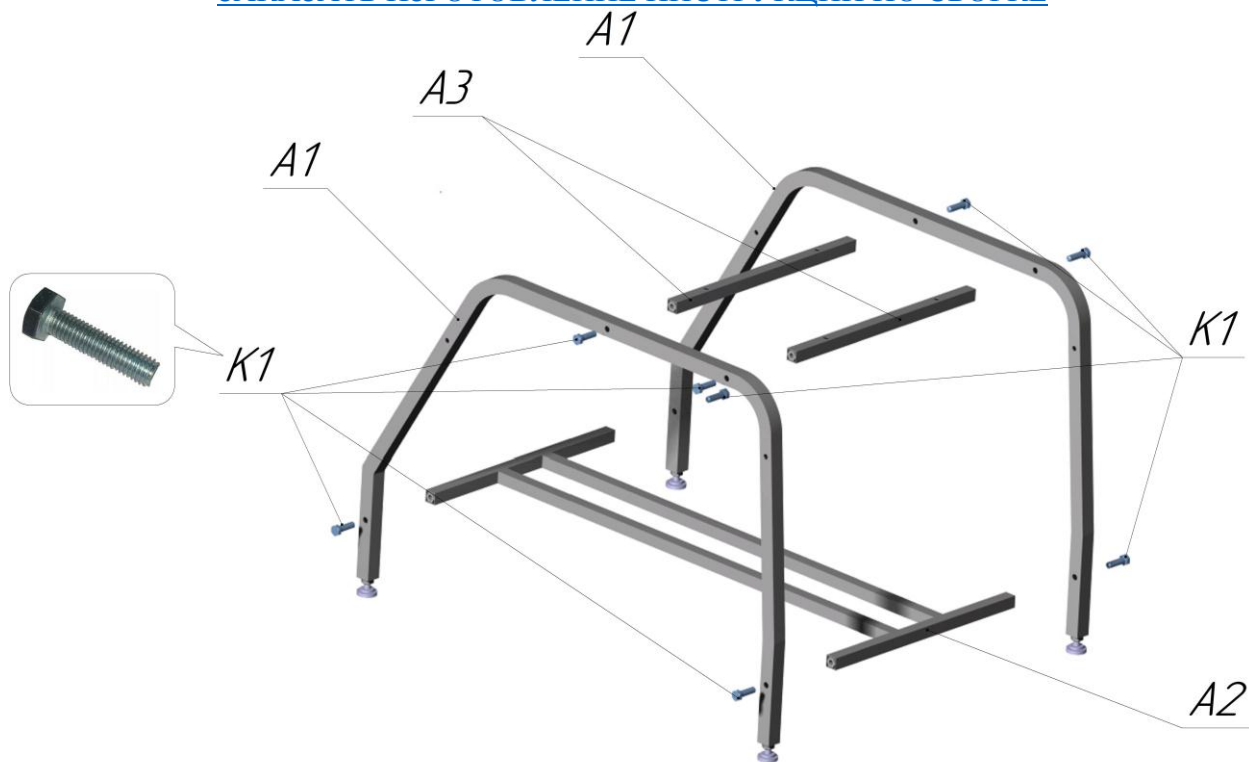

Рисунок 2
3. Соединить боковые стойки A1 с основанием каркаса A2 с помощью болтов K1 (4 шт.). Болты **НЕ ЗАТЯГИВАТЬ**. См.Рис.2.
4. Установить и закрепить на каркасе перемычки A3 (2 шт.) болтами K1. Болты **НЕ ЗАТЯГИВАТЬ**. См.Рис.2.